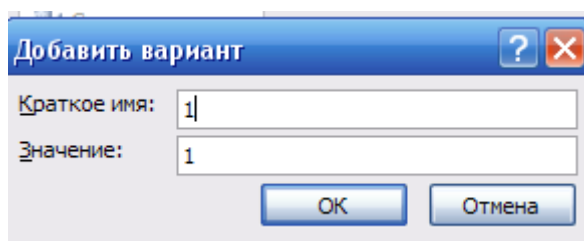

Рисунок 15. Окно ДОБАВИТЬ ВАРИАНТ
- с помощью кнопки ДОБАВИТЬ сформируйте список от 1 до 5, вводя *Краткое имя каждого варианта* (см. рис. 15);